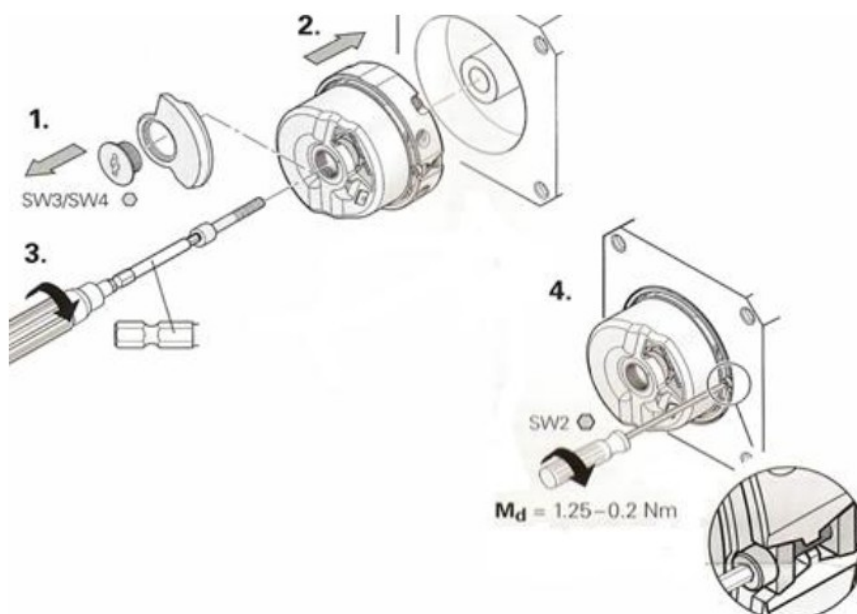

Рис.3. Процесс разборки энкодера
3. Рис. 3. Процесс разборки энкодера